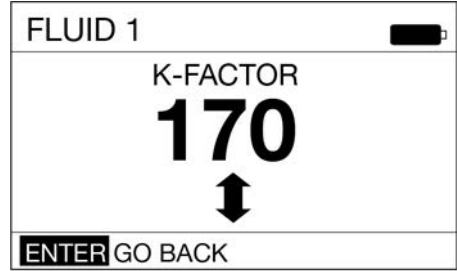

FIG. 67
5. Une fois tous les réglages du facteur K terminés, l'option ENTRÉE doit alors apparaître en surbrillance dans le coin inférieur gauche de l'écran, tel qu'indiqué sur la FIG. 67. Appuyer de nouveau sur la touche ENTRÉE du clavier pour sélectionner l'option ENTRÉE et enregistrer le nouveau facteur d'étalonnage.